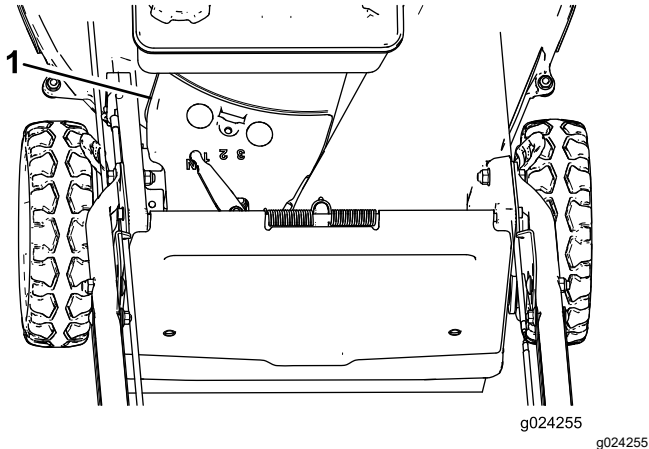

Figura 38
3. Retire a cobertura (Figura 38) da estrutura.